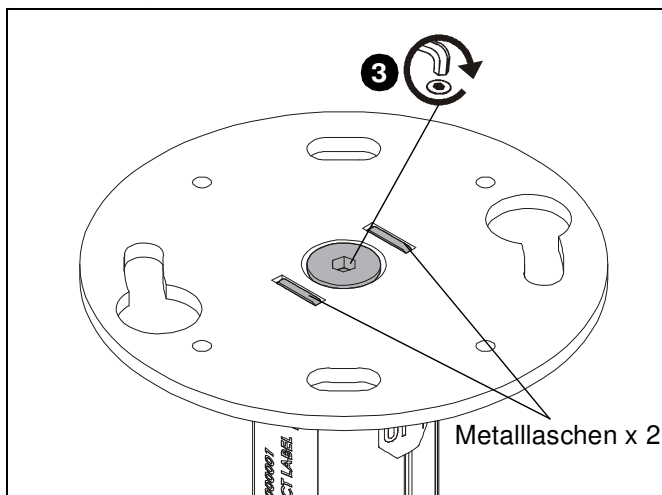

Abbildung 2
3. Ziehen Sie die Schraube auf der Platte des CPA116 an, um die Platte vollständig am Stiftverbinder zu fixieren. (Siehe Abb. 2)
WICHTIG!: Stellen Sie sicher, dass die Metallaschen nach dem Anziehen der Schraube deutlich sichtbar sind, um eine sichere Befestigung zu gewährleisten. (Siehe Abb. 2)